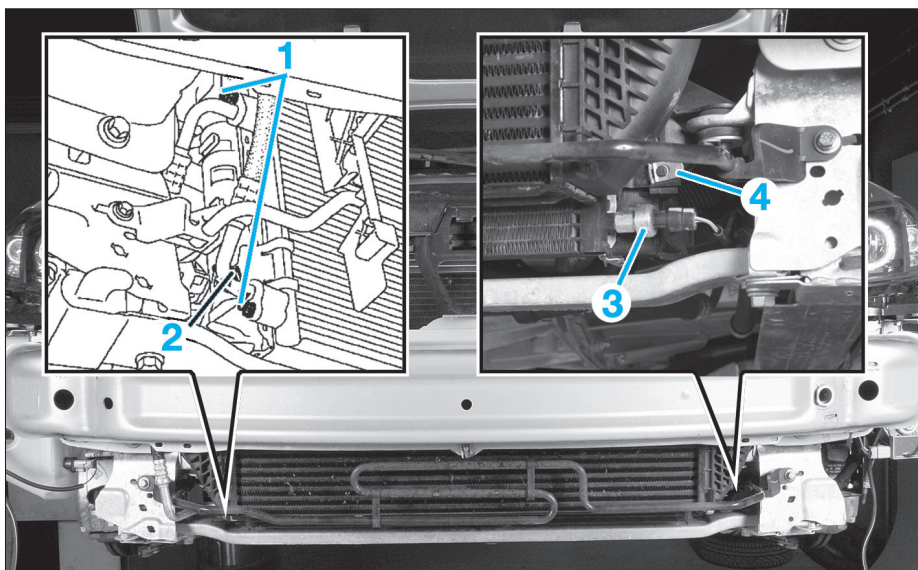

FIG. 17
- Déposer les fixations (1) des canalisations puis ces dernières (fig. 17).
- Déposer l'agrafe (2).
- Débrancher le pressostat (3).
- Déposer l'agrafe (4).